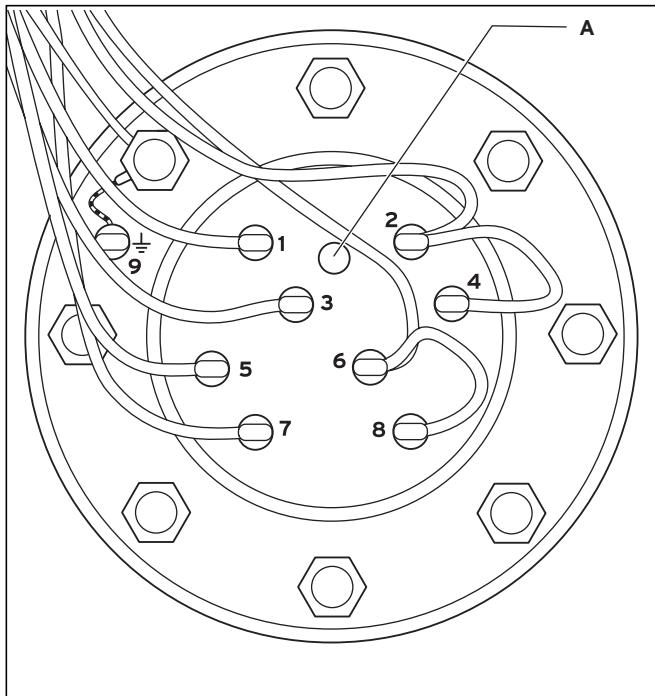

Fig. 8.8 Zone de commutation du collet de chauffage
- Lors du câblage, respectez la position de la conduite et comparez-la avec la fig. 8.8.